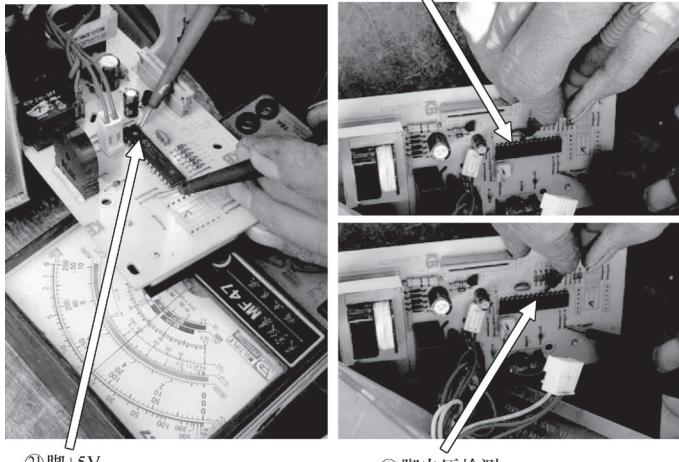

图 6-8 检测②、⑧和⑨脚
测量 CPU 的②脚 +5V 电压、⑧和⑨脚时钟电压，如图 6-8 所示。